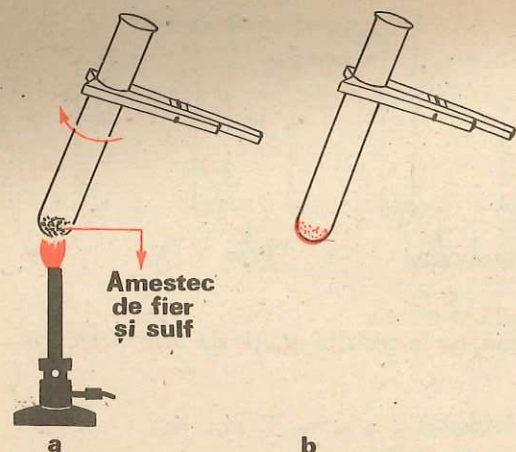

Fig. 1.19. Prepararea sulfurii de fier
b. Luați o parte din acest amestec într-o eprubetă și încălziți puternic, agitînd ușor eprubeta în flacără (fig. 1.19).